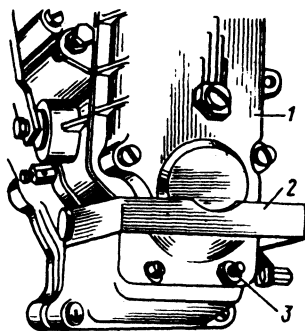

Рис. 52. Регулятор частоты вращения:
В случае отклонения от заданного значения распломбируйте и снимите крышку 1 (рис. 52) смотрового люка регулятора, сохраняя неизменным положение регулировочного винта 3. Частоту вращения кулачкового вала, соответствующую полному выключению подачи, регулировать следующим образом:
а) перед регулировкой вывернуть винт 3 подрегулировки мощности (рис. 52) до упора;
7. Закрывать регулятор крышкой смотрового люка и регулировочным винтом 3 (рис. 52) установить при  $930 \pm 10$  об/мин кулачкового вала и при упоре рычага управления в болт ограничения максимальной частоты вращения подачу секциями насоса, равную  $86-90 \text{ мм}^3/\text{цикл}$ . После регулировки винт-ограничитель законтрить контргайкой.